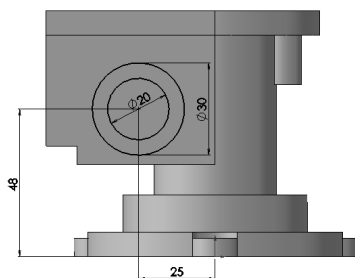

图 7-108 绘制侧面凸台孔草图
2) 绘制侧面凸台孔草图。单击“草图”控制面板中的 $\odot$  (圆) 按钮, 绘制两个同心圆。单击“草图”控制面板中的 $\text{↖}$  (智能尺寸) 按钮, 或选择菜单栏中的“工具”→“标注尺寸”→“智能尺寸”命令, 标注圆的直径为 20 和 30, 如图 7-108 所示。